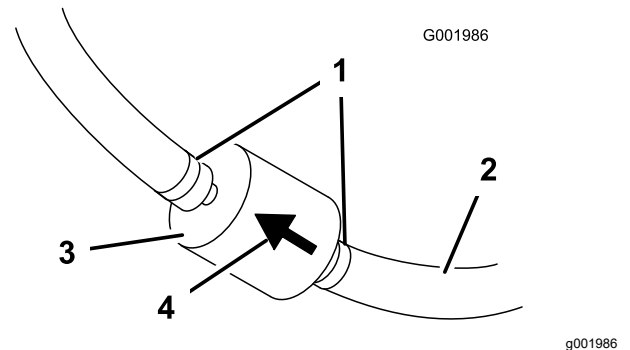

Figure 44
5. Pincez les extrémités des colliers et éloignez les colliers du filtre (Figure 44).